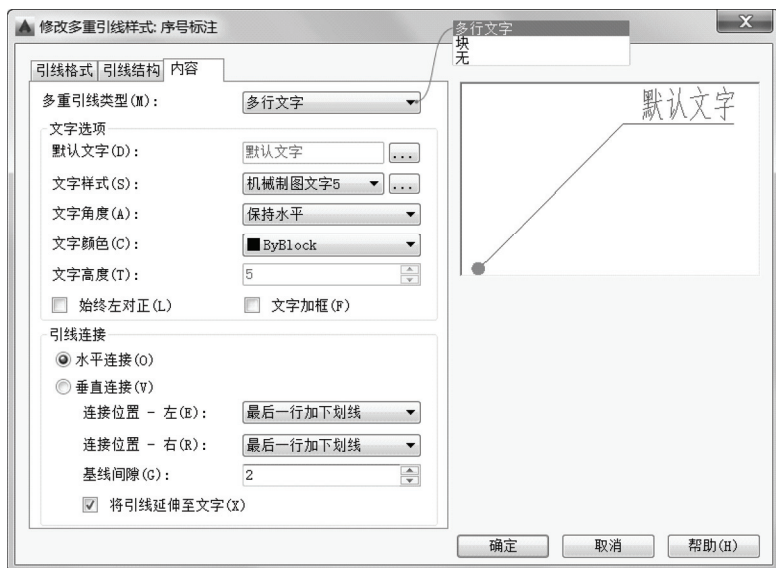

图 8-45 设置多重引线的内容
④ 切换至“内容”选项卡，为多重引线指定文字或块。如果多重引线对象包含文字内容，那么需要设置相关的文字选项（默认文字、文字样式、文字角度、文字颜色、文字高度等），定义引线连接方式和基线距离等，如图 8-45 所示。如果将多重引线类型设置为“块”，那么还需要指定块源、附着方式和块内容的颜色。